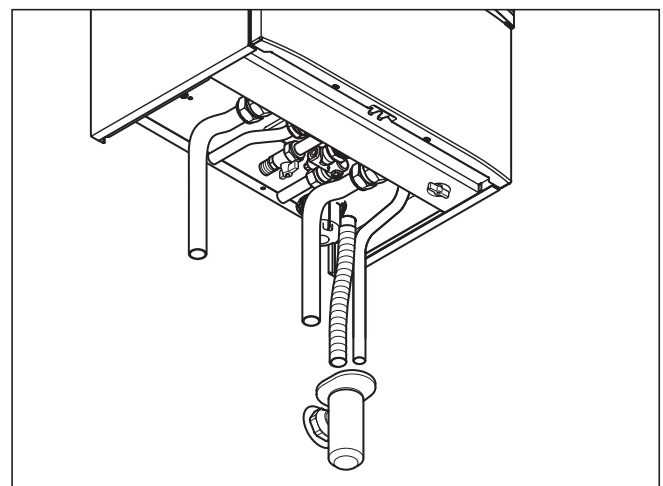

Fig. 5.8 Scarico condensa
- Fare passare le linee di collegamento dei vari componenti da allacciare attraverso i passacavi (1) posti a sinistra sulla base della caldaia, vedi fig. 5.8.
- Quindi inserire le linee di collegamento attraverso le apposite aperture (2) nella scatola elettronica e adeguare la lunghezza delle linee.